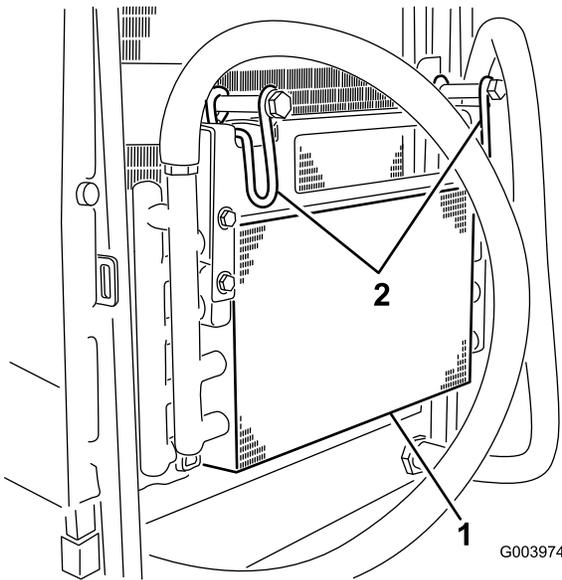

Figura 73
5. Gire los cierres hacia dentro para liberar el enfriador de aceite (Figura 73).